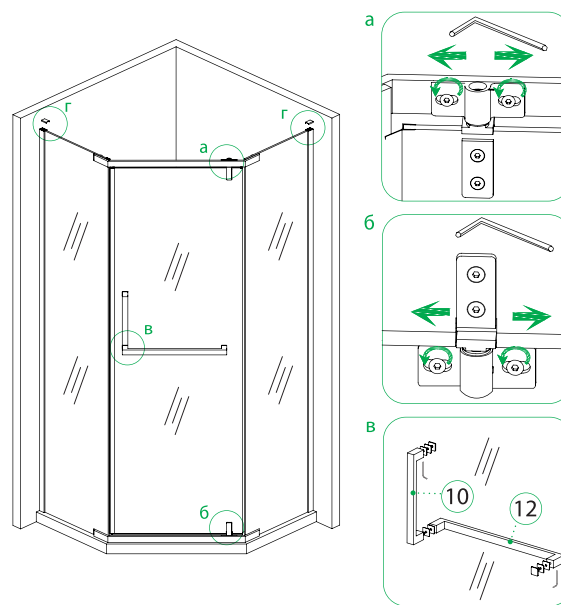

Рис. 11/11-сур.
6. Установите (14, 15, 16, 17, 18) дверные петли к закаленному стеклу (1), как показано на рисунке 10.
7. Установите собранную дверь на каркасные профили, слегка закрепите для дальнейшего выравнивания (рис. 11а,б). Установите ручку (10,11,12,13) (рис. 11в)